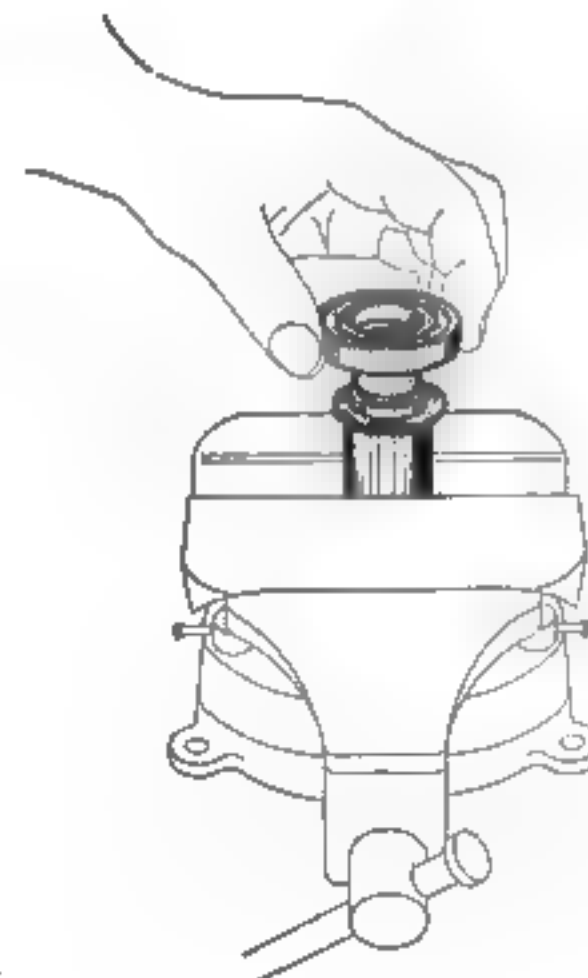

Fig. 2
- Emmancher le roulement côté verrouillage (fig. 2).